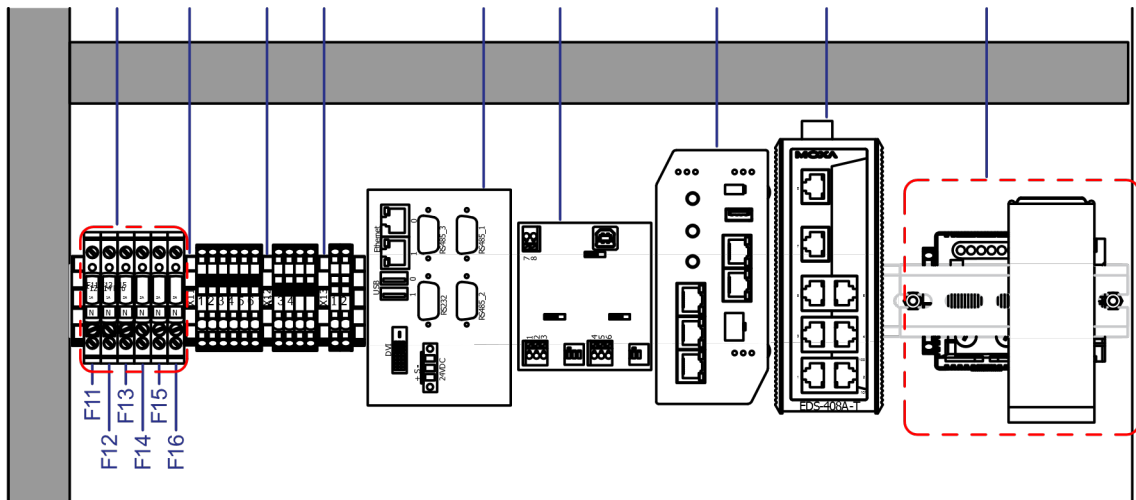
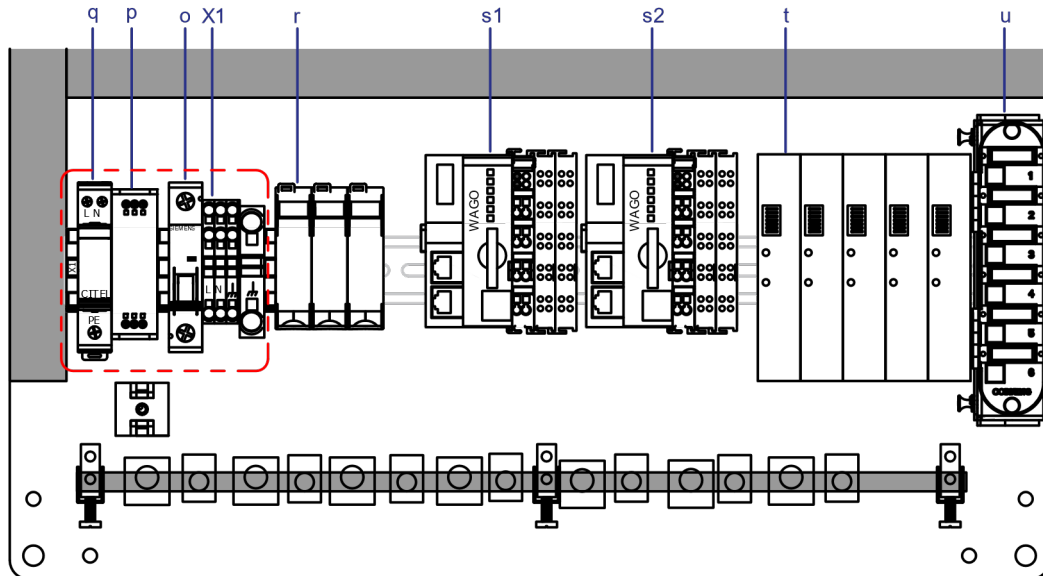

Fig. 5 Módulo de monitorización y comunicación, detalles
Fig. 8 Módulo de conexión, detalles
¡Peligro de muerte! La zona marcada en rojo en la Fig. 8 está bajo tensión.
2. **n ( ) ( ) ( ) ( ) n ón (“ ” n fig. 8 de la pág. 12) o al n n (“l” n fig. 5 de la pág. 11).**